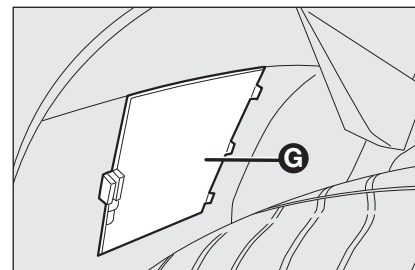

fig. 13
- sterzare completamente le ruote verso l'esterno per rendere reperibile lo sportellino **G-fig. 13**, aprire lo sportellino e svitare il relativo dispositivo di fissaggio;